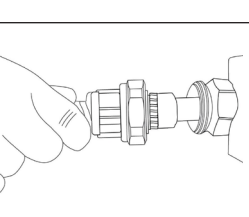

Figure 5b
- 6b Visser le manchon à l'endroit désiré. Insérer le montage capsulé dans le manchon et fixer en position en resserrant à fond l'écrou d'accouplement rouge (métal sur métal) (Figures 5b et 6b). Au besoin, tasser la pâte autour des conducteurs. Laisser durcir le composé environ une heure avant de déplacer les conducteurs.